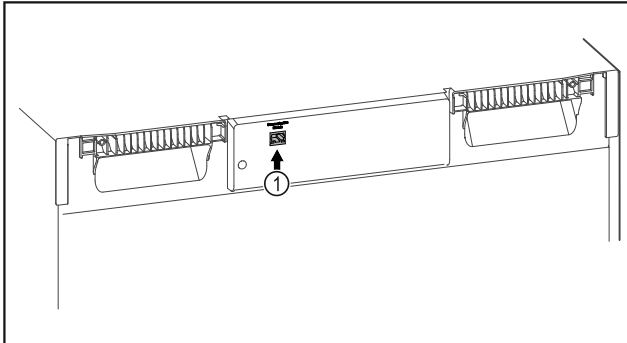

Fig. 89
- Използва се SmartModule Fig. 89 (1).